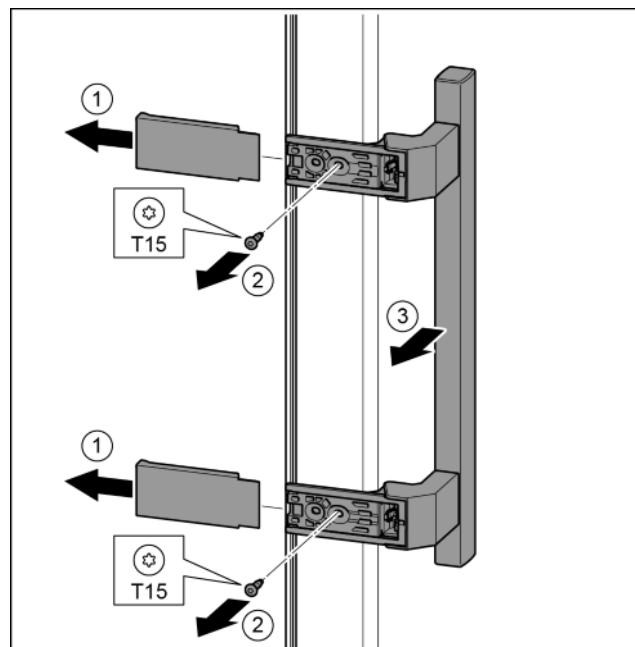

Fig. 15
- Detaşați capacul și montați-l pe partea opusă. Fig. 15 (1)
- Aplicați suportul de lagăr pe partea opusă și înșurubați-l cu ajutorul unei șurubelnite T25. Începeți cu șurubul 2 de jos din centru. Fig. 15 (2)
- Înșurubați ferm șurubul 3 și 4. Fig. 15 (3, 4)
- Introduceți complet bolțul de lagăr. Aveți grijă aici ca respectiva camă de cuplare să fie îndreptată către înapoi. Fig. 15 (5)